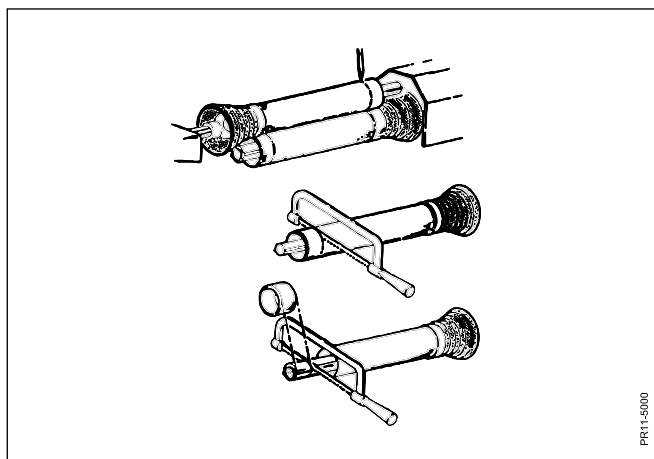

Fig. 3-15
**Fig. 3-15** Fastgør akslens halvparter til henholdsvis PTO og PIC, når disse er lige over for hinanden, med maskinen i arbejdsstilling. (Den ved denne maskine længste afstand). Hold akselenderne parallelle med hinanden og afmærk den ønskede afkortning, dog min. 200 mm overlap. Afkort alle 4 rør lige meget.